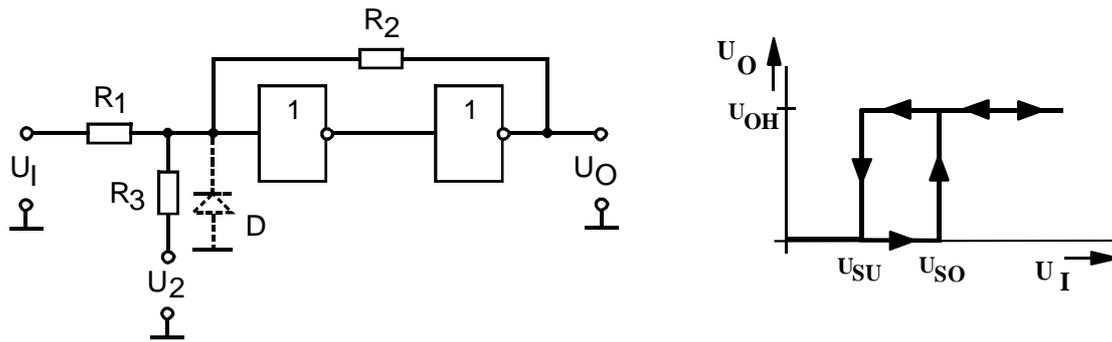

Bild 1: Grundschtaltung und Transferkennlinie eines Schmitt-Triggers
- 3.1.2 Berechnen Sie die Schwellspannungen U_{SO} und U_{SU} des Schmitt-Triggers nach **Bild 1** mit $R1 = 10k\Omega$; $R2 = 22k\Omega$; $R3 = 47k\Omega$ und $U2 = -2V$ für ein **5V CMOS-Gatter (LV5)**.
- 3.3.1 Bauen Sie den Schmitt-Trigger nach **Bild 1** mit den Werten aus **3.1.2 (LV5)** auf und oszillografieren Sie die Transferkennlinie. Vergleichen Sie die gemessenen Schwellwerte mit den theoretisch ermittelten. Verändern Sie die Werte der Widerstände und der Hilfsspannung. Diskutieren Sie die Veränderungen an der Transferkennlinie.